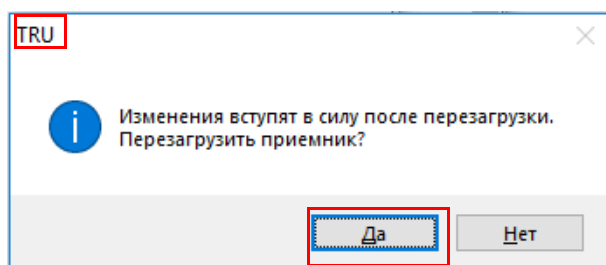

Рисунок 5-9 Перезагрузка приемника
6. На запрос о перезагрузке приемника кликните **Да** (Рисунок 5-9). Откроется окно **Параметры подключения**.